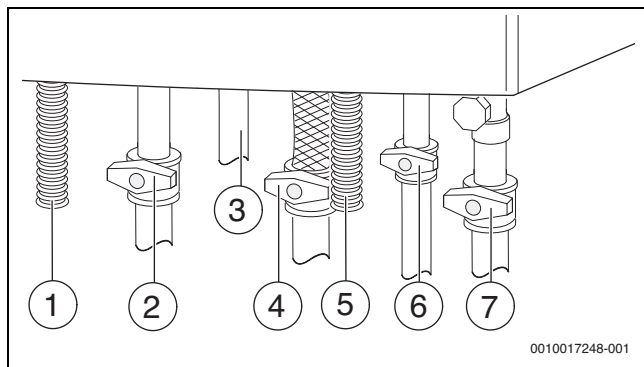

Fig. 32 Racorduri pe partea de gaz și apă (accesorii)
- ▶ Deschideți robinetul pentru apă rece (→ fig. 32) și, apoi, un robinet pentru apă caldă, până când curge apă.
- ▶ Deschideți robinetul pe turul încălzirii și cel pe returul încălzirii (→ fig 32).